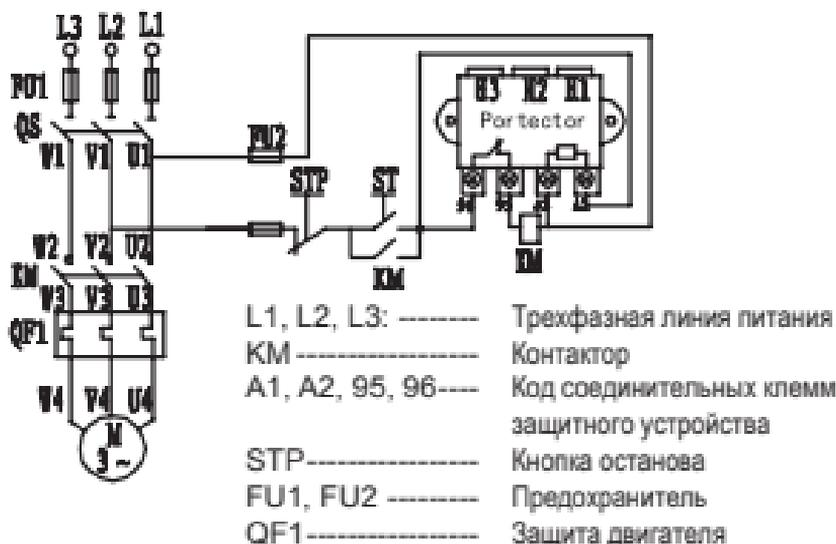

Рис. 5. Схема подключения цепи управления перем. тока 380 В
5.2 Схема подключения цепи управления перемен. тока 380 В показана на рис. 5.